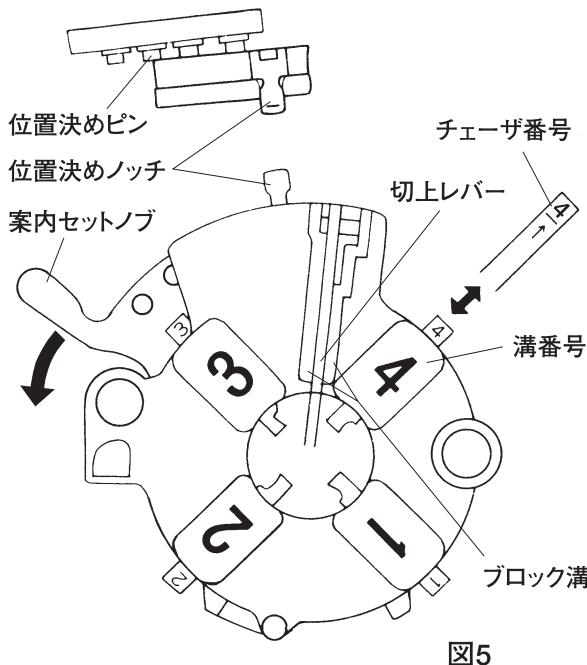

図5
- ①ダイヘッドをオープン(切上レバーがブロック溝から外れ、チーザが開いた状態)にしてください。
- ②位置決めノッチを位置決めピンから外し、案内セットノブを図5の矢印の方向へいっぱいに引くと、3番と4番のチーザが取外せます。
- ③次にダイヘッドを起こして1番と2番のチーザを抜き取ってください。
- ④次に案内セットノブを図5の矢印と反対方向に回転してください。チーザは中心に向かつて入っていきます。